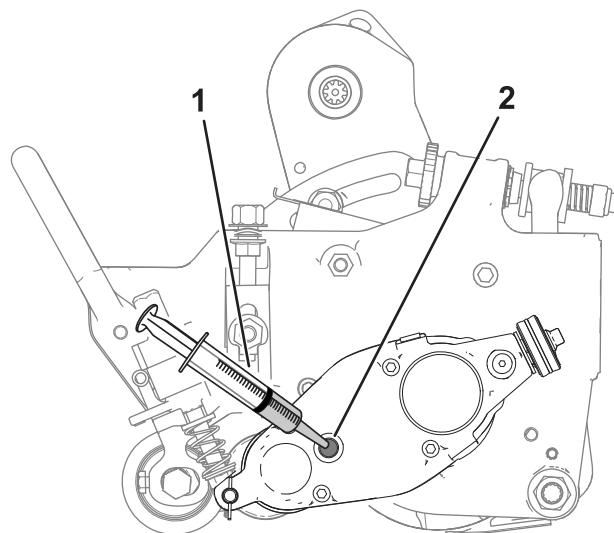

Рисунок 24
стекло из корпуса. После полного слива масла поместите режущий блок на ровную горизонтальную поверхность, как показано на Рисунок 24.
8. Используйте шприц (№ по кат. 137-0872), чтобы залить в блок привода 50 куб. см масла 80-90W (Рисунок 24).